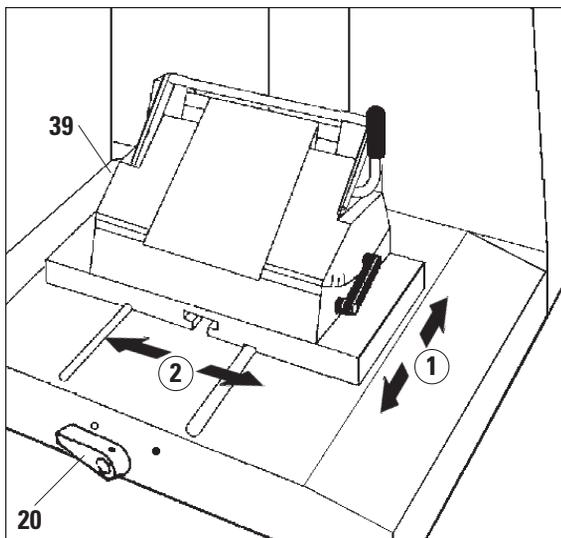

図 26
- ミクロームベースプレート前側のクランプレバー (20、図26) を反時計方向に回して、クランピング機構を緩めます。
- レバー (20) を時計方向に回して固定します。